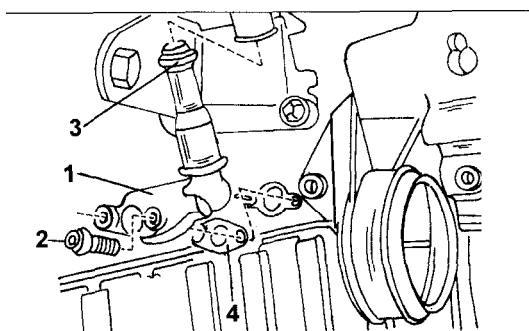

Bild 234
- Die Ölschmierleitung in Bild 234 an den gezeigten Stellen abschrauben. Diese ist mit Überwurf-